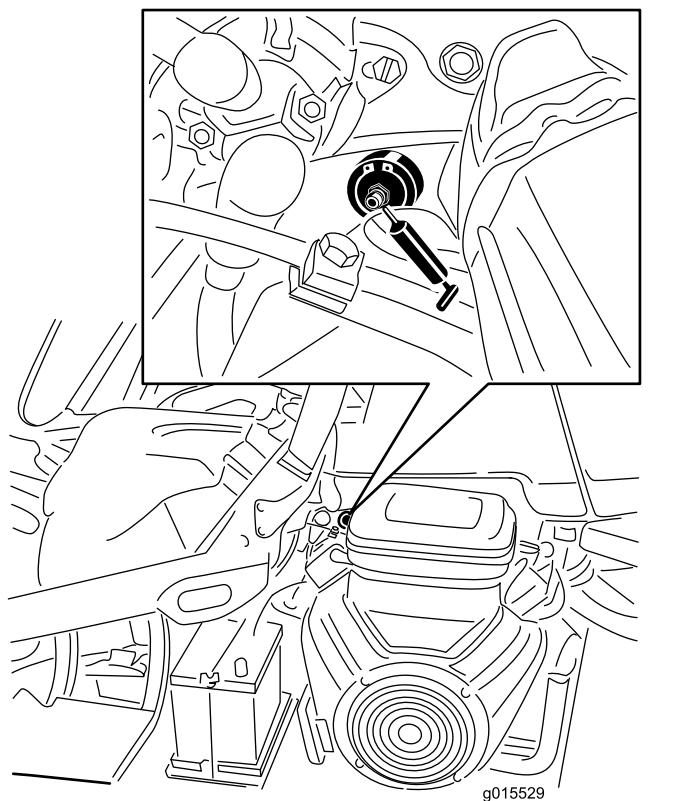

Figura 28
1. Pulite il raccordo di ingrassaggio in modo da non forzare corpi estranei all'interno del cuscinetto o della boccola (**Figura 28**).